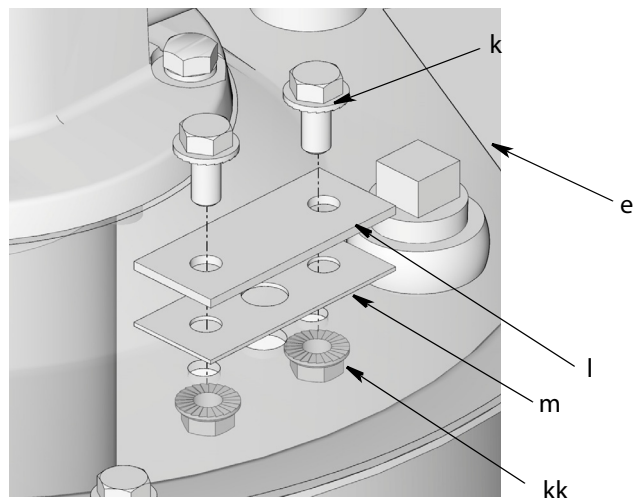

Рис. 7
3. Выкрутите винты (k) и гайки (kk) на накладной пластине (l) (устанавливается на крышке резервуара насоса (e)) (Рис. 7). Снимите пластину и гайку (m). Выбросьте винты, гайки, пластину и прокладку — они не пригодны для повторной установки.